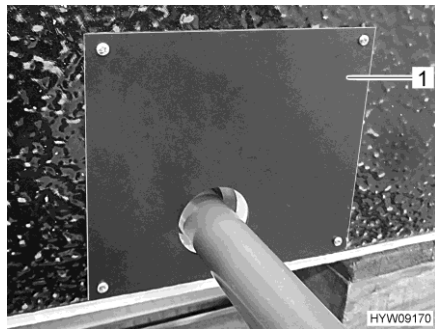

Fig. 163 Copertura (vano del serbatoio delle acque grigie)
- Rimuovere la copertura (Fig. 163,1) del serbatoio delle acque grigie.
- Posizionare la copertura (Fig. 163,1).